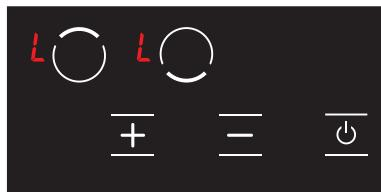

Abbildung 17
1. Wenn der Herd eingeschaltet und die Tastensperre aktiv ist, erscheint das Symbol auf dem gesamten Bildschirm. (siehe Abb. 17) Wenn eine heiße Kochplatte vorhanden ist, werden die Symbole und abwechselnd auf dem Bildschirm angezeigt. Nur mit der Taste kann der Herd ein- und ausgeschaltet werden.